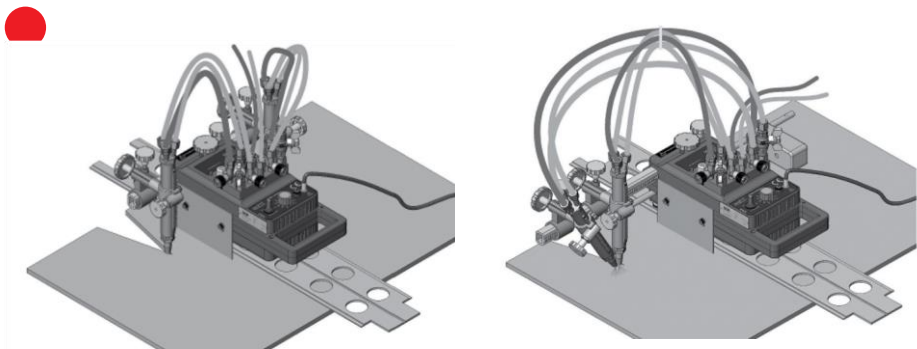

Fig.12: Découpe angulaire et découpe des bandes avec deux chalumeaux
3. Installez un autre capot de protection thermique (6) sur l'autre côté de la machine, en face du capot de protection thermique existant en utilisant une entretoise (7), vis à six pans creux M6x20, rondelle et rondelle flexible (8, 9,10).
4. Installez le distributeur de gaz pour les deux chalumeaux (1) sur le corps de la machine.
8. utilisez les bonnes buses de coupe suivant le point 2.5 ci-dessus. La machine gCE proFIT® avec deux chalumeaux peut être utilisée pour découpe angulaire et découpe des bandes, comme illustré sur figure 12.